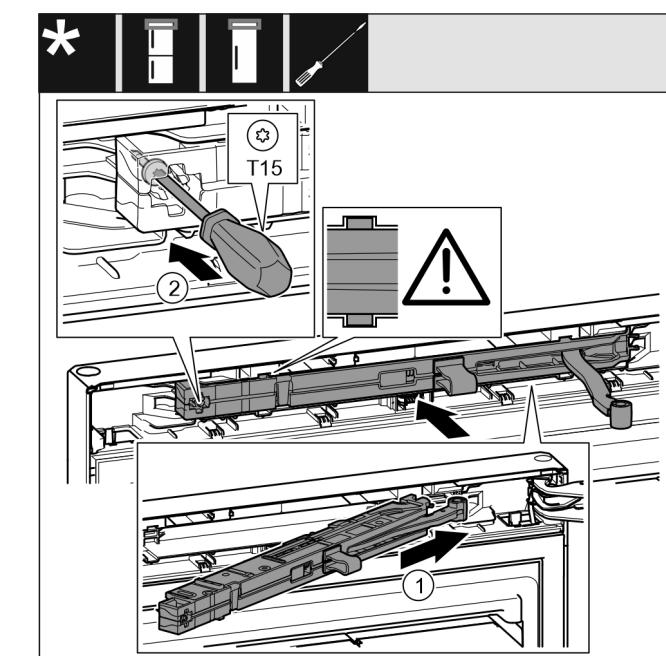

Fig. 20
- ▶ Ωθήστε τη μονάδα αποσβεστήρα κλεισμάτος στην πλευρά του στηρίγματος μέχρι να τερματίσει λοξά στην εγκοπή. Fig. 20 (1)
- ▶ Σφίξτε τη βίδα με κατσαβίδι T15. Fig. 20 (2)